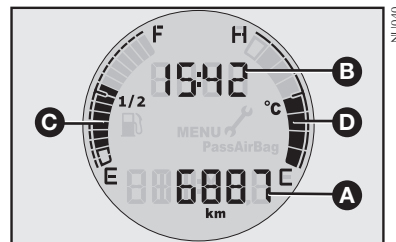

fig. 29
INFORMACIONES EN EL DISPLAY - fig. 29
- Reloj (**B**-fig. 29).
- Cuentakilómetros total (**A**-fig. 29).
- Indicación del nivel de combustible (**C**-fig. 29).
- Indicación de la temperatura del líquido refrigerante del motor (**D**-fig. 29).